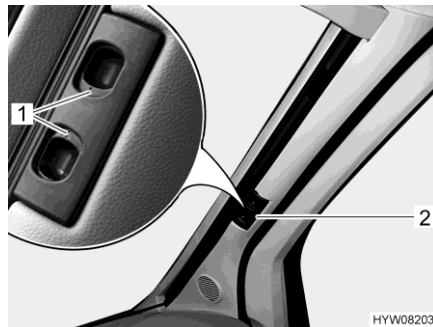

Bild 109 Plisségardin (vindruta)
- Tryck in låshandtagen (Bild 109,1) och håll dem intryckta.
- Håll plisségardinen för vindrutan i handtaget (Bild 109,2) och dra den mot fönstrets mitt.
- Skjut de två hälfterna av plisségardinen för vindrutan utåt så långt det går, ta tag i handtaget (Bild 109,2). Dra upp handtaget till samma höjd som låsspåret.
- Släpp låshandtagen (Bild 109,1) och låt dem haka fast.